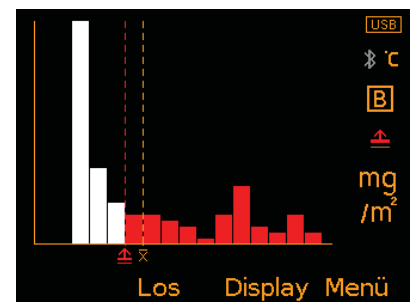

Bild 6: Verteilungskurve
- Verteilungskurve (Bild 6):** Eine visuelle Darstellung der Verteilung einer Salzverunreinigungsmessung im Verhältnis zum mittleren Verunreinigungsgrad und dem Grenzwert, sofern festgelegt.